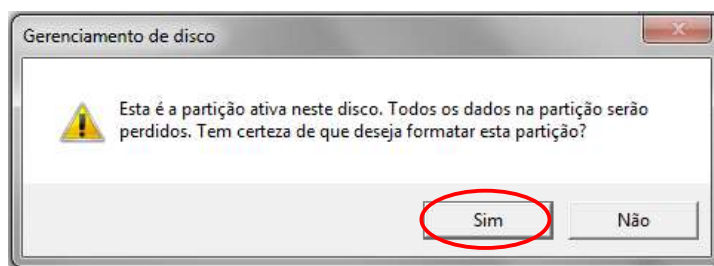

Figura 5-39: Advertência sobre a formatação da Unidade USB
4. Clique com o botão direito na área da marca 1 ou da marca 2 e selecione **Formatar**. O sistema exibirá uma janela de advertência como na figura 5-39. Clique em **Sim**.